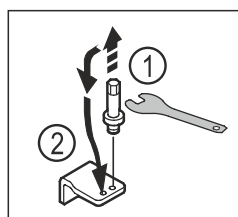

Fig. 17
- Čap dolnej ložiskovej kontroly vyskrutkujte vonkajším kľúčom na šesťhrannú maticu SW5. Fig. 17 (1)
- Nasadte čap na opačnú stranu. Fig. 17 (2)